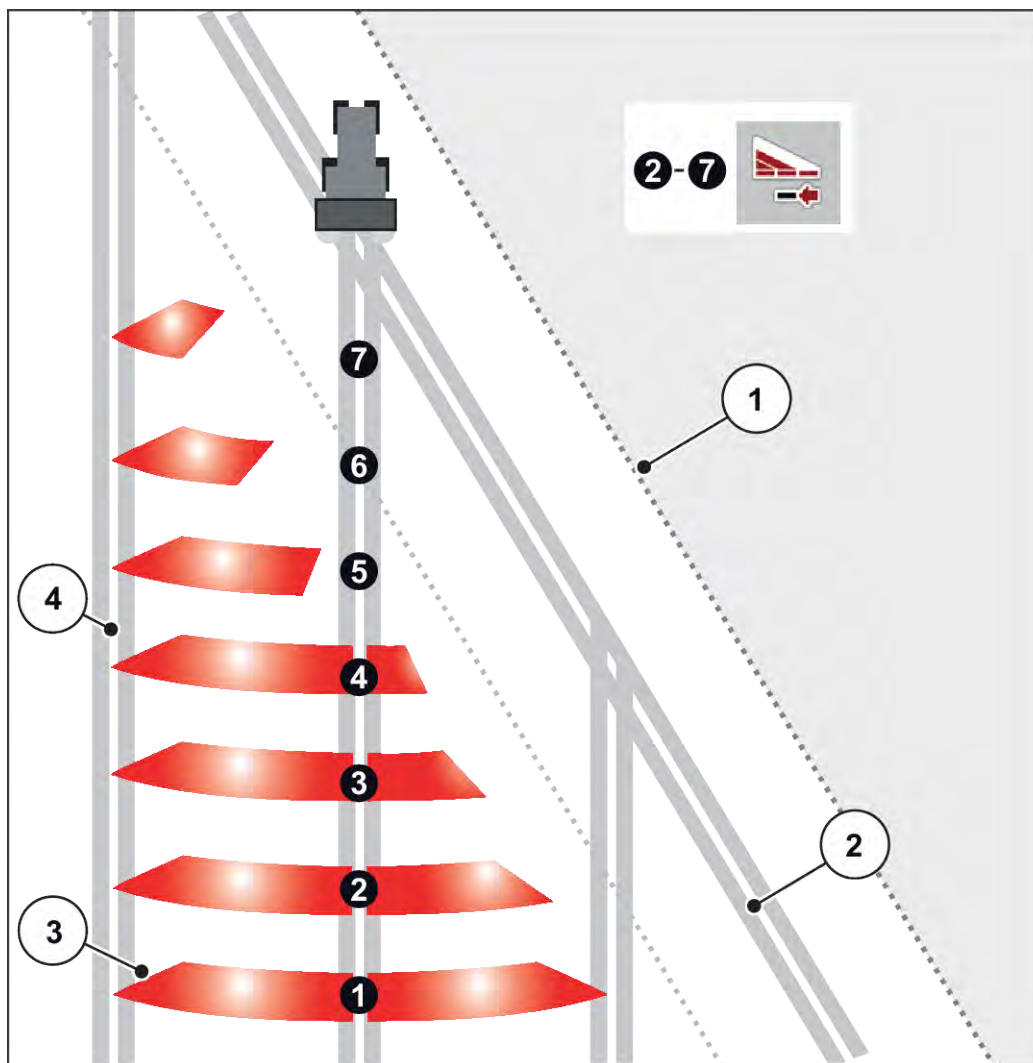

Рис. 45: Автоматическое переключение секций штанги
- Переключение секций рабочей ширины можно осуществлять снаружи вовнутрь или изнутри наружу. См. Рис. 45 Автоматическое переключение секций штанги